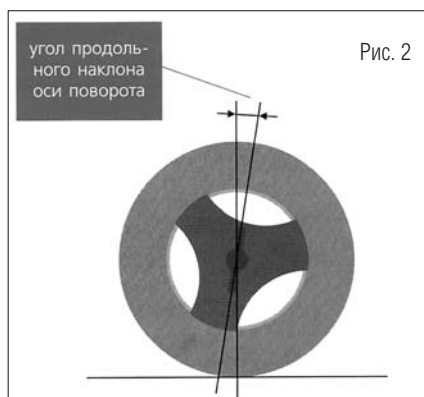

Рис. 2
3. Угол продольного наклона оси поворота (см. рис. 2) – это угол между вертикалью и проекцией оси, вокруг которой происходит поворот управляемого колеса при работе рулевого управления, на